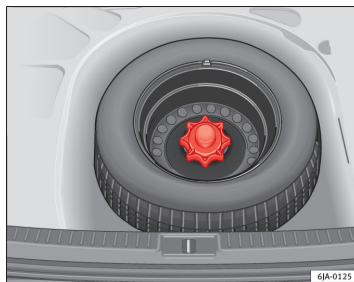

Fig. 125 Roue de secours : plancher de chargement soulevé
- Soulevez le plancher de chargement et laissez-le dans cette position pour pouvoir retirer la roue de secours ⇒ fig. 125. ▶